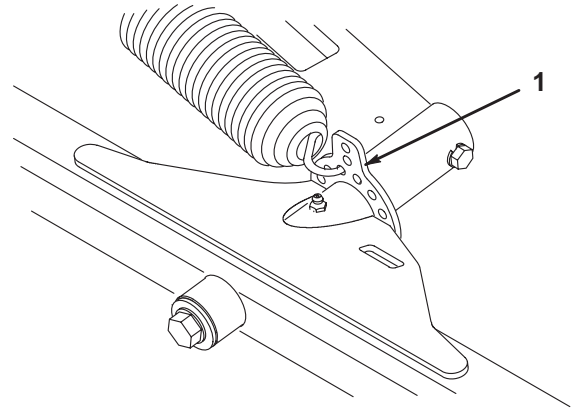

図12
1. 前後のカッティングユニットの昇降タブについている穴のうち一番上から内側に数えて3番目の穴にスプリングを引っ掛ける（図12）。